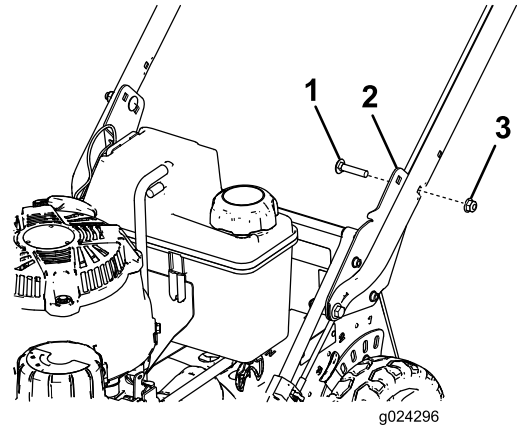

**Figura 5**
- Sitúese en la posición del operador para determinar la altura del manillar que le resulte más cómoda (Figura 5).